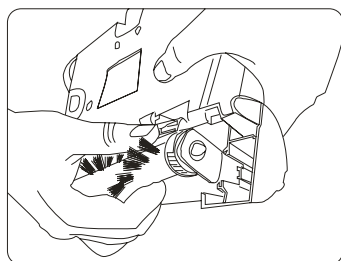

Fig. 15
5. Levante de su ranura, la cubierta de la barra del cepillo. (Fig. 15)
9. Inserte la barra del cepillo dentro de la ranura. (Fig. 15)